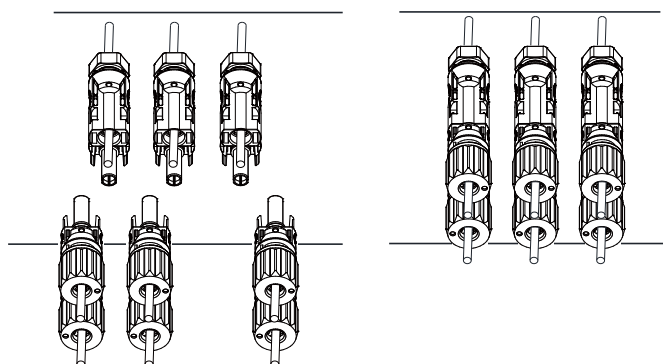

Рис. 5.6 Подключение входов DC
d) Вставьте разъемы PV в положительные и отрицательные входы PV инвертора (рис. 5.6).